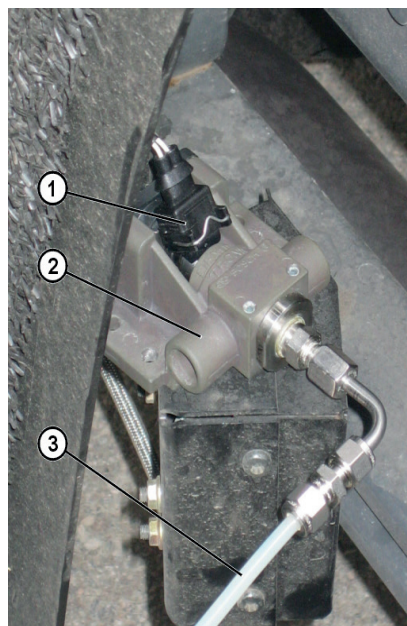

Fig. 7: Teste do débito da bomba_1
5. Separar a ligação de encaixe elétrica (Fig. 7, Pos. 1) do módulo de dosagem específico do veículo e ligar ao módulo de dosagem de teste (Fig. 7, Pos. 2) anschließen.
6. Ligar o tubo de pressão de teste (Fig. 7, Pos. 3) ao módulo de dosagem de teste.